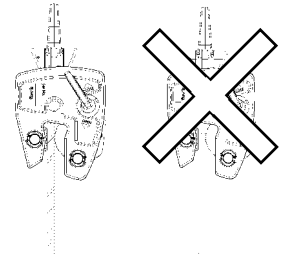

Fig. 5
- La carga siempre se debe entrar completamente en la boca (apertura) de la garra (ver fig. 5).
- De last moet tot de aanslag in de bekopening worden geschoven (fig. 5).